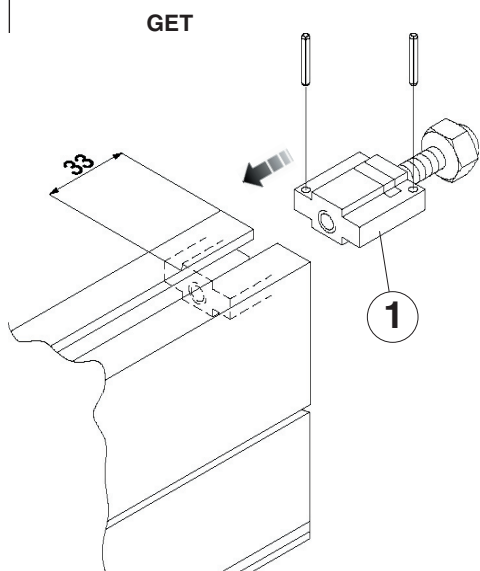

Fig.11a
3.9- Para a porta automática Linea: introduzir o bloco amortecedor (FIG.11A-RIF.1) no perfil de fixação dos carros (FIG.11A-RIF.2) até à posição quota indicada (41 mm). Furar com uma ponta de D.3.2 como indicado na figura (Fig.11A) e, aparafusar com um parafuso de 3.5x13 (FIG.11A-RIF.3) bloqueando-o com o amortecedor. Repetir as operações também para a segunda folha.